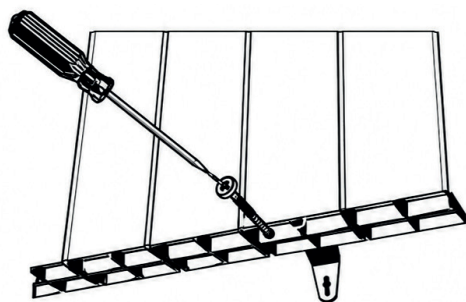

Fig11
7. Setzen Sie die beiden Dübel ein und befestigen Sie sie mit den beiden Schrauben (B), um das Heizgerät vollständig an der Wand zu sichern. (Abbildung 11).
- Haken (C)